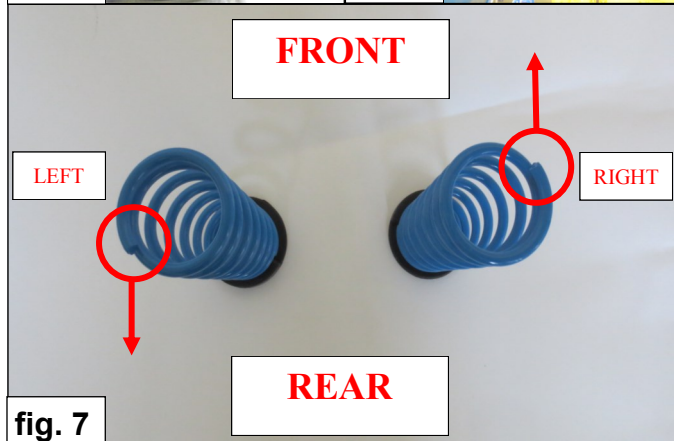

fig. 7
6. Laissez, sur le côté droit, les extrémités des enroulements de ressort auxiliaire C orientée avant la voiture. Voir fig. 7.
7. Laissez, sur le côté gauche, les extrémités des enroulements de ressort auxiliaire C orientée derrière la voiture. Voir fig. 7.
6. Låt, på den högra sidan, de slingrande ändarna av den ytterligare fjädern C pekar framåt. Se fig. 7.
7. Låt, på vänster sida, de slingrande ändarna av den ytterligare fjädern C pekar tillbaka. Se fig. 7.